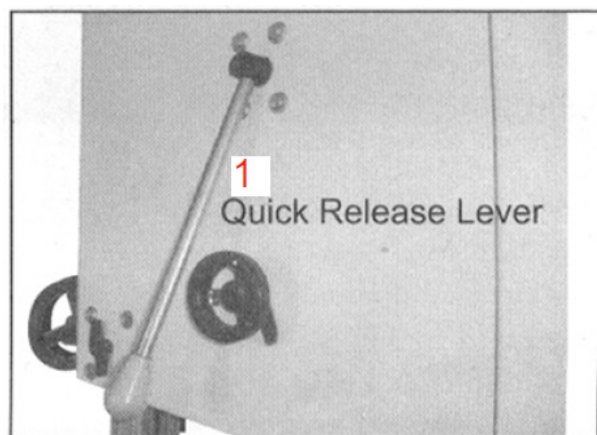

Рис. 14 Рычаг быстрого ослабления натяжения полотна пилы
- Снять натяжение полотна поворотом рычага быстрого ослабления натяжения полотна (*Рис. 14*) по часовой стрелке.
- f) Натянуть новое полотно поворотом рычага быстрого ослабления натяжения полотна (**Рис. 14**) против часовой стрелки и проверить траекторию движения полотна. Полотно должно проходить по центру шкива. Подробнее см. п. «Регулировка траектории движения полотна пилы».